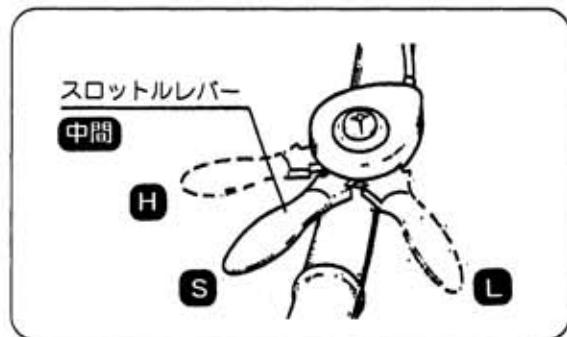

図30
(図30)
- ③スロットルレバーを全開〔高・H〕位置にします。(図30)
- ④刈取クラッチレバーを〔入〕位置にして、ハンマーロータを回転させます。